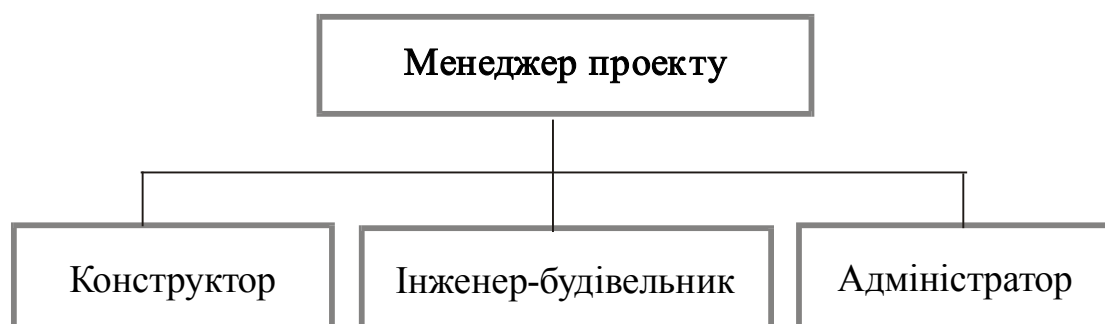

Рис. 4.2. Схема внутрішньої організаційної структури невеликих проектів
- **внутрішня оргструктура проекту** — характеризує відносини між менеджером проекту й учасниками його групи (рис.4.2).